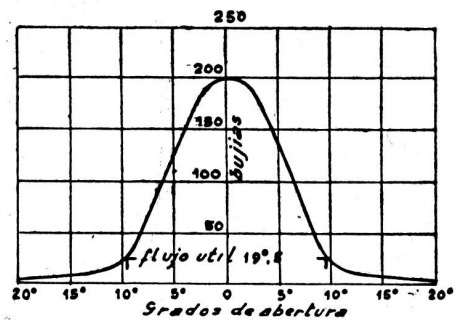

FIGURA 1
La figura 1 muestra la variación de intensidad de un proyector de 1000 w. llamado de "tipo medio" (2); las ordenadas son intensidades medidas en bujías y las abscisas, los grados de abertura. Puede comprobarse que la intensidad, siendo de 200 bujías en el eje, decrece rápidamente, siendo prácticamente nula a la abertura de 30º. En el uso de un proyector se acostumbra a limitar su haz en un ángulo en que la intensidad llega a valer 1/10 de su valor máximo, es decir, 20 bujías para nuestro ejemplo y empleando solo el flujo útil que resulte, que aquí tiene un valor angular de 19º,5.
(1) Prospecto C. A. D. E. "La iluminación del frente".
(2) Moon "Scientific basis Illuminating Engineering".